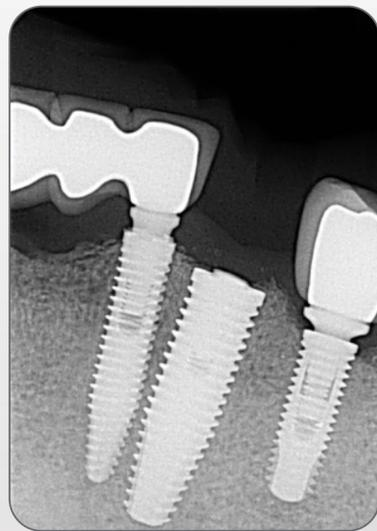

Figura 1.
- Pilar de una pieza fracturado (Figura 1).